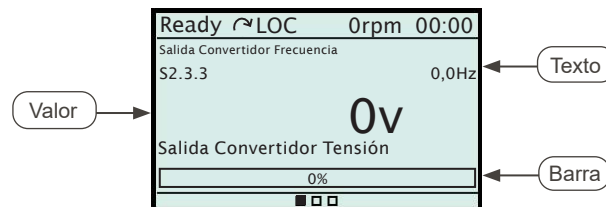

Figura 4.11: Visualización en Línea
- **Línea:** En una línea es posible exhibir una variable de lectura en el formato **texto**, **valor** o **barra**. La Figura 4.11 en la página 78 presenta un ejemplo con los 3 formatos.